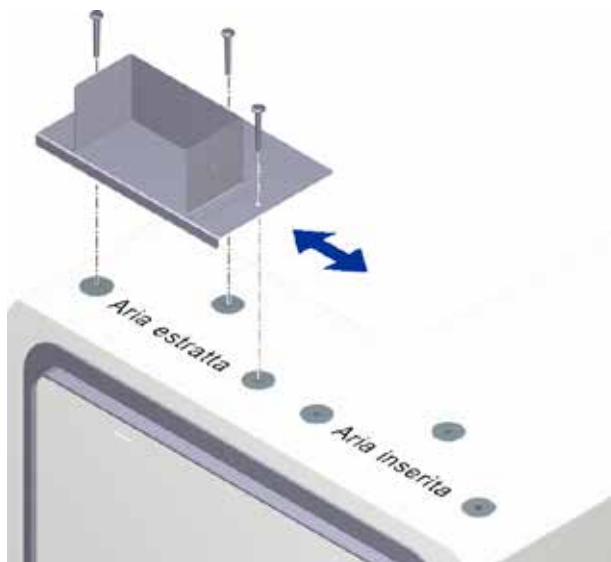
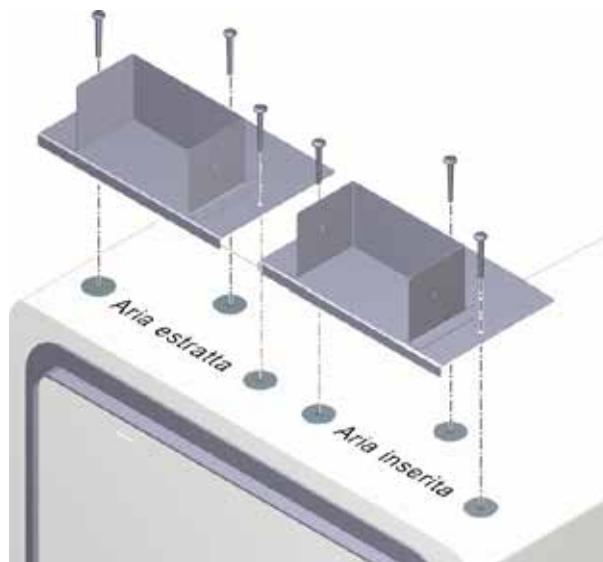

Fig. 6: M-WRG-M/MB-FK1, fissare la piastra di fissaggio per l'aria estratta o l'aria inserita
Fig. 7: M-WRG-M/MB-FK2, fissare le piastre di fissaggio per l'aria estratta e l'aria inserita
- Fissare la piastra di fissaggio con le viti Spax (vedere la Fig. 6 e la Fig. 7).